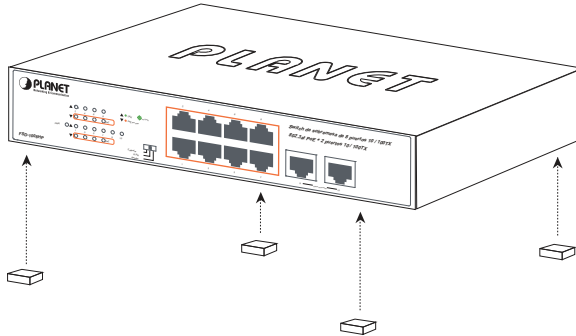

Figura 3-1: Colocación de los pies de goma en el FSD-1008HP
Paso 1: Coloque los pies de goma en las áreas empotradas en la parte inferior del FSD-1008HP, como se muestra en la Figura 3-1.